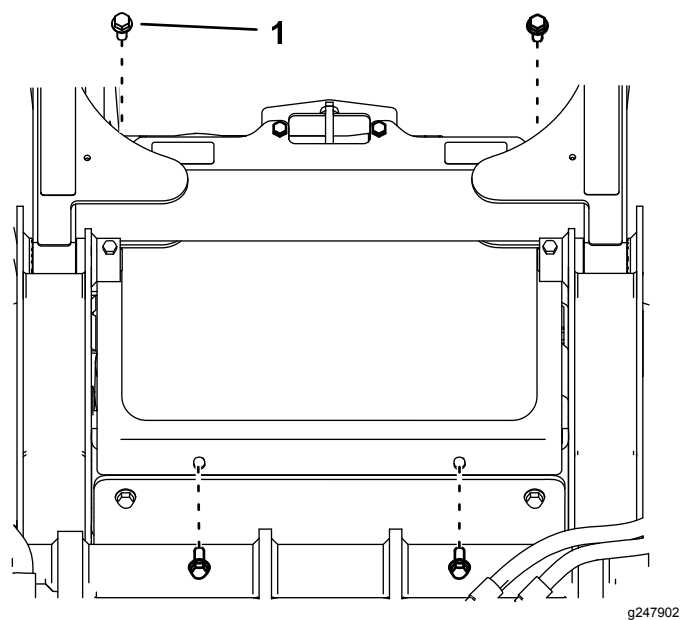

Рисунок 20
1. Закрепите переднюю решетку с помощью снятых ранее 4 болтов ($\frac{3}{8}$ x 1 дюйм) (Рисунок 20).